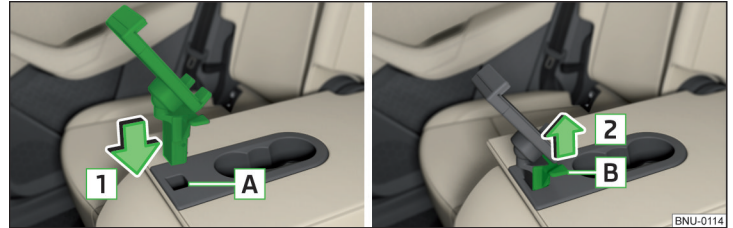

Abb. 133 Halter einsetzen / Halter abnehmen
- Den Halter in die Öffnung **A** in Pfeilrichtung **1** einsetzen » Abb. 133.